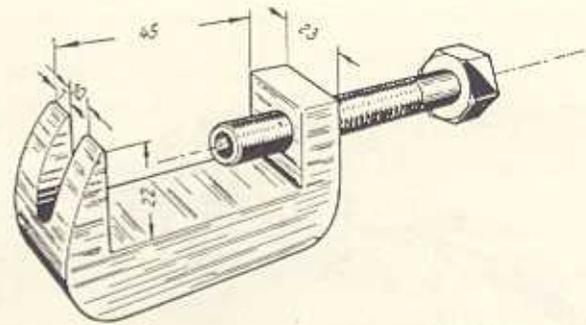

Bild F 4. Maßskizze des Abziehers W-78 792
3. Keilschraube am Schaltrohr mit Abzieher W-78 792 herausdrücken (Bild F 4).